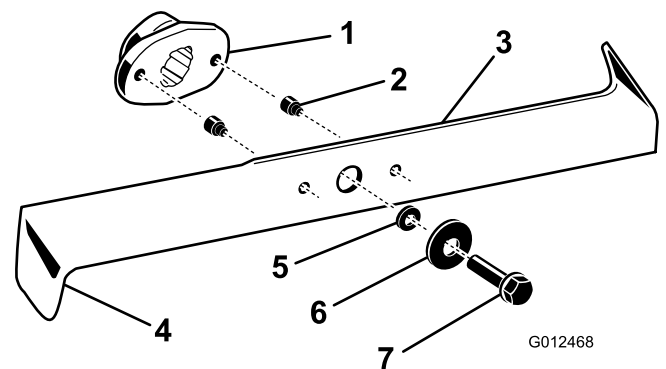

Bild 39
2. Untersuchen Sie die Schnittkanten (Bild 39). Bauen Sie die Schnittmesser aus und schärfen sie, wenn die Kanten nicht scharf sind oder Kerben aufweisen; siehe Schärfen der Messer“.
3. Prüfen Sie die Schnittmesser, insbesondere die gebogenen Kanten (Bild 39). Montieren Sie neue
- Ersetzen Sie die Scherbolzen sofort, wenn Sie gebrochen sind (Bild 39).
- Entfernen Sie die Messerschrauben, Scheiben und Messer (Bild 39). Sie können einen Holzklötzchen zwischen das Schnittmesser und das Mähwerk keilen, um das Schnittmesser beim Entfernen der Schraube zu blockieren.
- Montieren Sie die Schnittmesser, Scheiben und Messerschrauben (Bild 39).